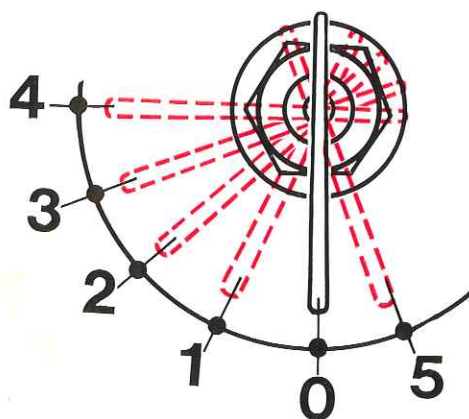

FIG. 5
L'ampoule située dans le hublot (2) éclaire le tableau de bord et permet de s'assurer que les projecteurs sont allumés lorsque le contacteur général est en position 2-3-4- ou 5 (voir Fig. 5).
Placé en haut et à droite du tableau de bord, le voyant rouge, marqué « PRESS », s'allume dès que la clé du contacteur général est amenée dans la position « 1 » (voir Fig. 5).
Placé en haut et à gauche du tableau de bord, cet indicateur lumineux permet de contrôler le comportement de l'alternateur, du régulateur de tension et du télérupteur. Le voyant s'allume à l'arrêt dès que la clé du contacteur général (voir Fig. 5) est au premier cran. Moteur en marche, il s'éteint immédiatement et ne doit s'éclairer pour aucun régime du moteur.